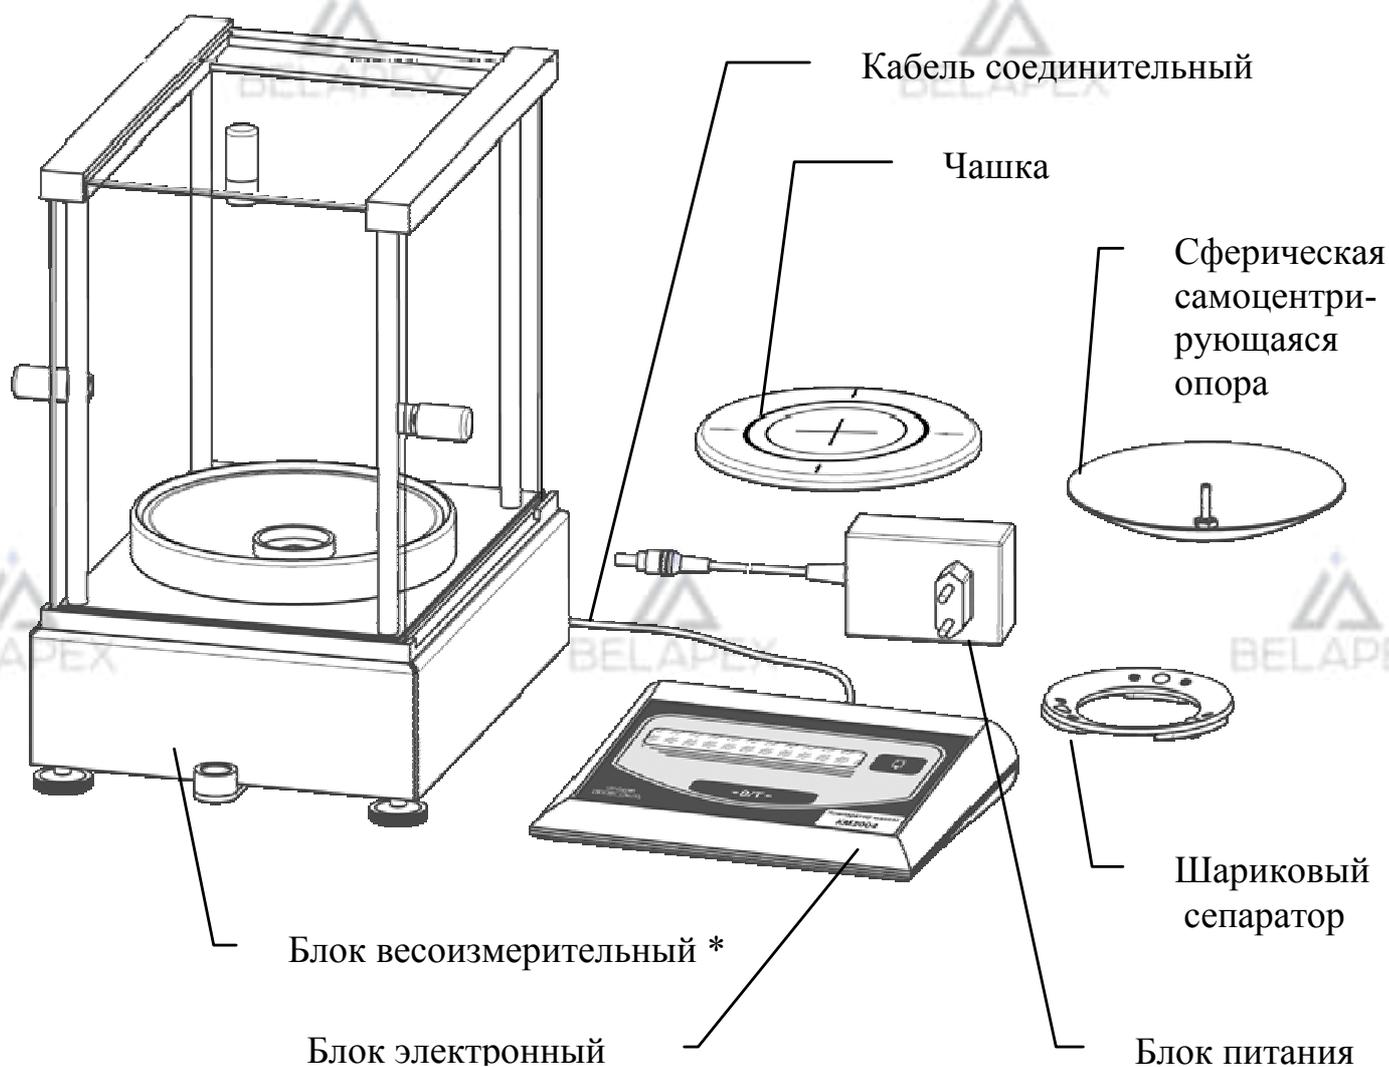

Рисунок 4.1 – Блоки и детали компаратора
3.2.3.1 Распакуйте компаратор и убедитесь, что блоки и детали (рисунок 4.1 и 4.2) не имеют повреждений.